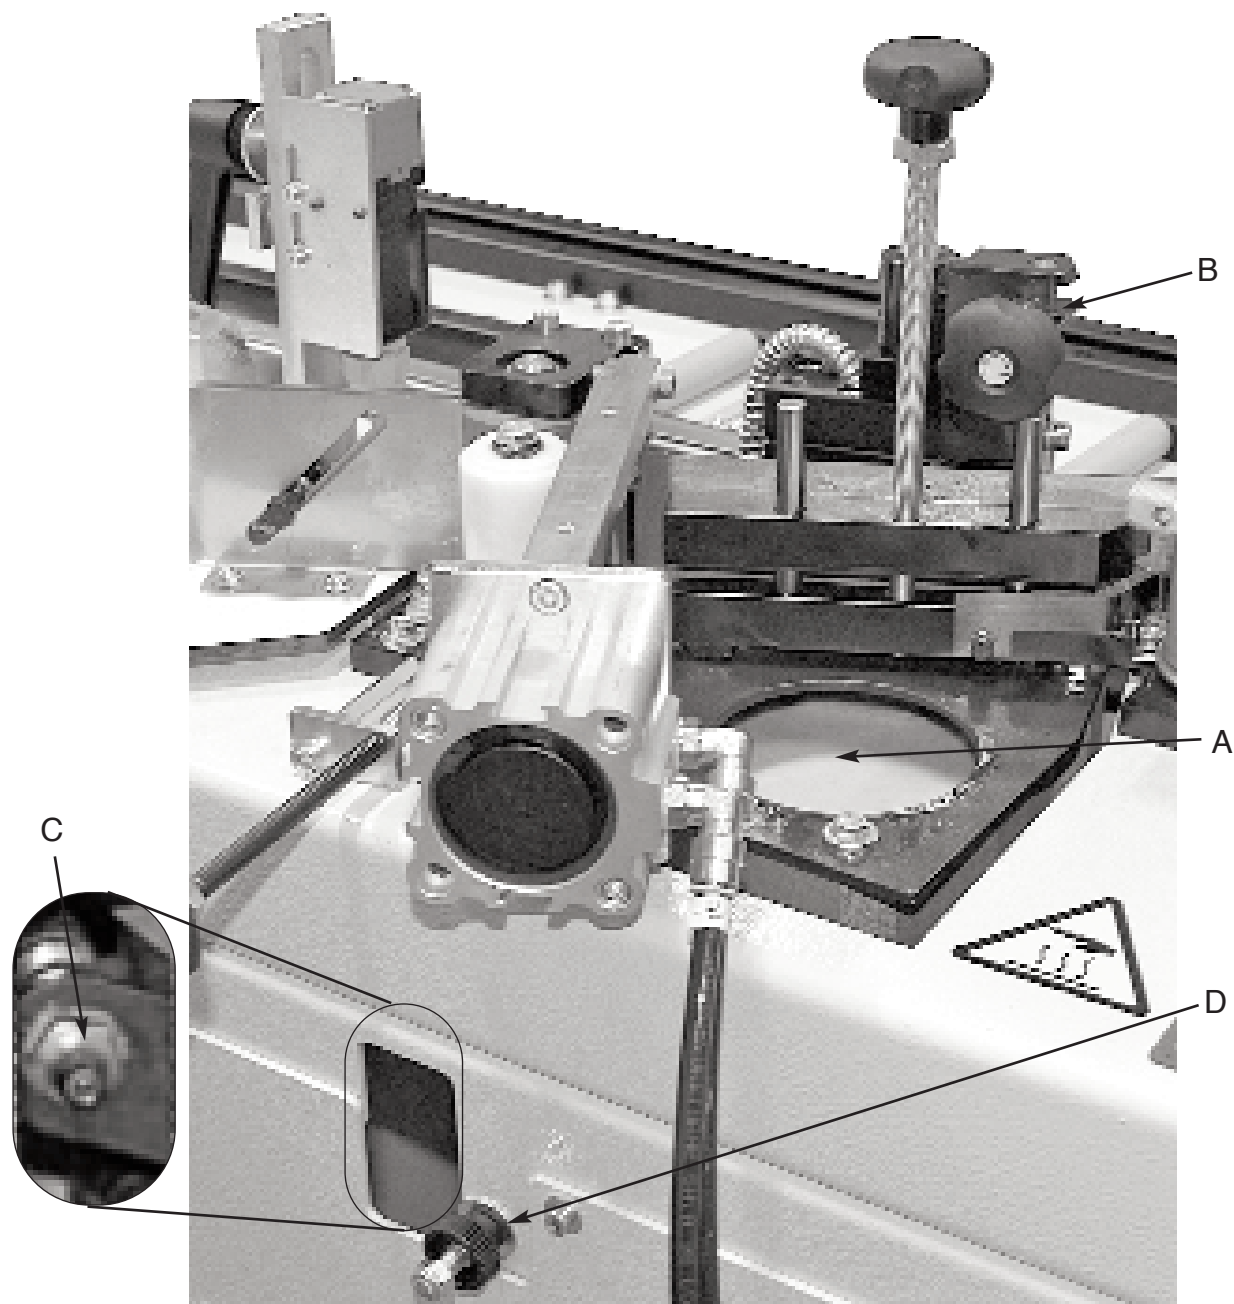

fig. 3.8.1
A) riempire la vasca a colla di colla termofusibile in grani fino a circa 1 cm sotto il bordo della vasca (A fig. 3.8.1).
La quantità di colla spalmata si regola con il pomolo B fig. 3.8.1; senso orario aumenta, senso antiorario diminuisce.
D) la lubrificazione, da effettuarsi a macchina spenta, si effettua con l'ingrassatore in dotazione guidando l'ugello nel foro C fig. 3.8.1. Utilizzare il grasso lubrificante per cuscinetti caldi **Arexons GC 300**.
E) la vite visibile nella parte posteriore della macchina é: la molla di spinta della vasca D fig. 3.8.1.
A) Fill up the glue pot to approximately 1 cm under neath its edge with the hot melting granulated glue (A fig. 3.8.1).
The quantity of gluespread is adjustable by turning the knob B fig. 3.8.1; by turning clockwise it increases, by turning unclockwise it decreases.
E) The visible screw positioned on the rear of the machine fix the spring which pushes the glue pot B fig. 3.8.1.
On règle la quantité de colle étalée à l'aide de la poignée B fig. 3.8.1; dans le sens des aiguilles d'une montre on augmente, dans l'autre sens on diminue.
E) La vis visible dans la partie arrière de la machine est: le ressort de poussée du bac B fig. 3.8.1.